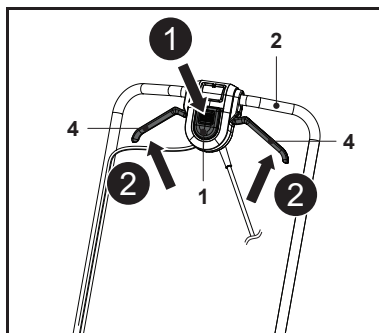

Fig. 15
- Stai în spatele mânerului de prindere (2).
- Ținând apăsat comutatorul de siguranță (1), trage manetele de pornire (4) spre mânerul de prindere (2) și ține-le în poziție (fig. 15, pașii 1 și 2).
- După ce mașina de tuns iarba pornește, eliberează comutatorul de siguranță (1).